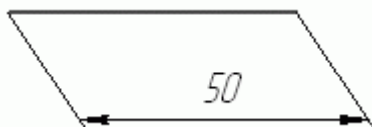

Рис. 2.48. Наклонный размер
Применение различных команд нанесения размеров будет рассмотрено на примере в конце главы. Сейчас я приведу небольшой, но очень ценный практический пример, показывающий создание наклонного линейного размера (рис. 2.48). Такие размеры часто используются в строительных чертежах.
8. Щелкните на кнопке **Создать объект**, чтобы завершить построение размера. Полученный размер должен напоминать показанный на рис. 2.48.